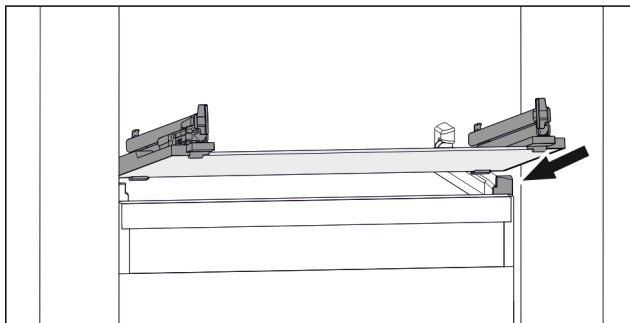

Fig. 113 Příklad znázornění skleněné desky
- ▶ Nasadte skleněnou desku šikmo za zarážky. (viz Fig. 113)